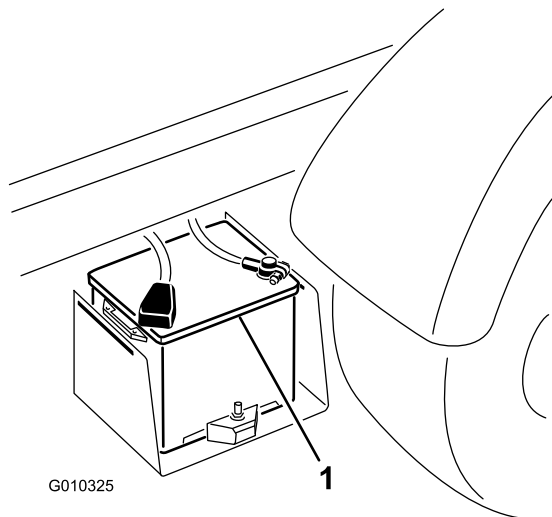

Figura 49
2. Collegare un cavetto portatile tra i poli positivi delle due batterie (Figura 49). Il polo positivo è identificato dal simbolo + sul coperchio della batteria.